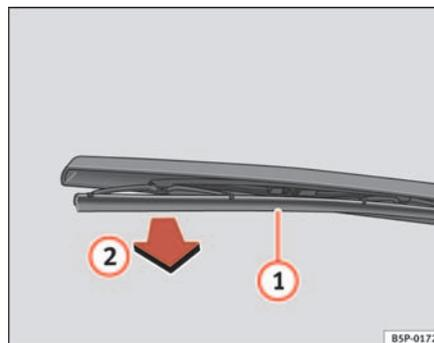

Fig. 160 Sostituzione della spazzola del tergilunotto
- Sollevare la racchetta del tergilunotto dal lunotto ⇒ fig. 160
- Sbloccare la spazzola ① e tirare ②. ⇒ fig. 160